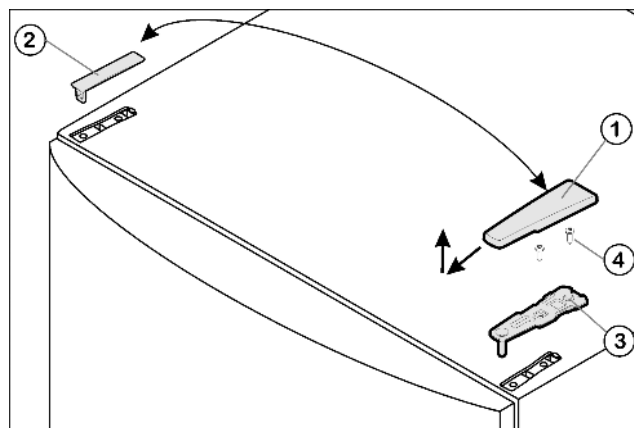

Fig. 4
- ▶ Előre és felfele húzza le a fedelet Fig. 4 (1).
- ▶ Emelje le a fedelet Fig. 4 (2).
- ▶ Csavarozza le az Fig. 4 (3) felső csapágybakját (2 x Torx® 25, Fig. 4 (4)), és felfele húzza le.
- ▶ A felső csapágybakot *Fig. 4 (3)* helyezze a csuklópánt új oldalán az ajtóba.
- ▶ Csavarozza fel a felső csapágybakot **erősen (4 Nm-es nyomatékkal)** – 2 x Torx® 25, *Fig. 4 (4)*. A csavarlyukat esetleg pontozza meg, vagy használjon akkus csavarhúzó.
- ▶ A *Fig. 4 (1)* és a fedelet *Fig. 4 (2)* mindig kívülről helyezze az ellenkező oldalra és pattintsa fel.